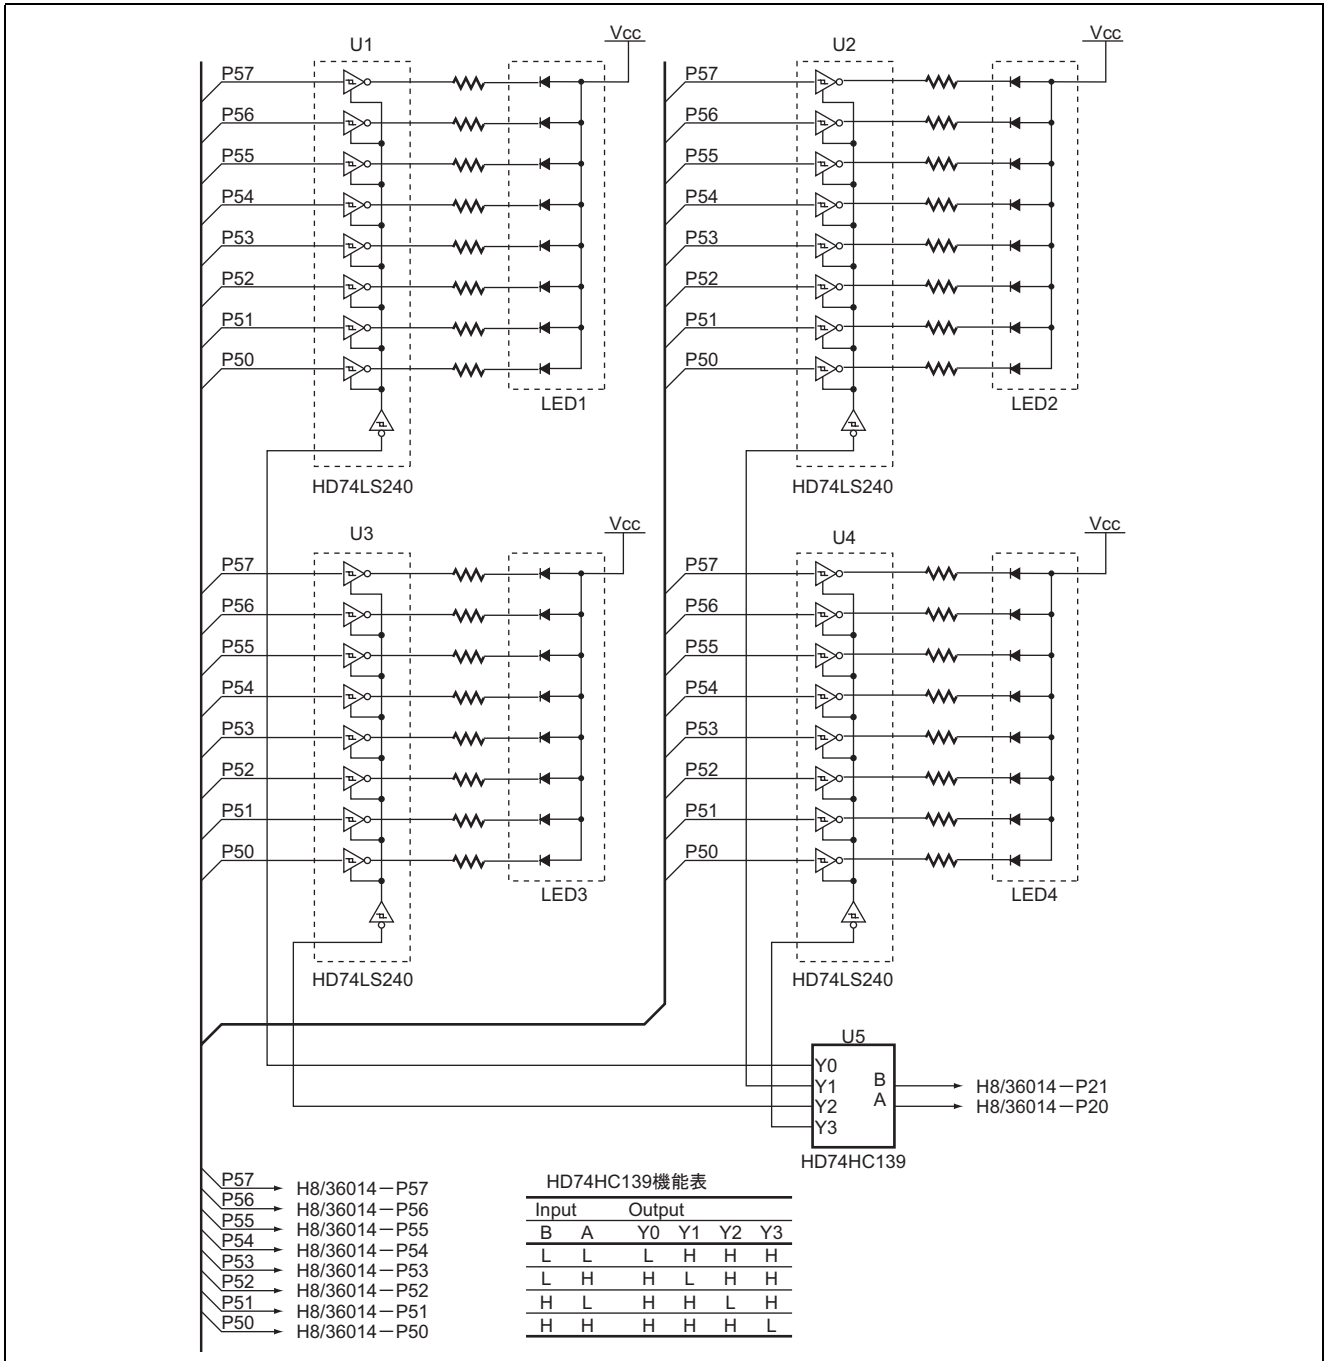

図 1.3 7セグメントLED制御方法
- $$\frac{2.5 (V) \times 1023}{5 (V)} = 512 = H'200$$
8. 本タスク例では、7セグメントLEDを表示させるためにポート出力を3ステート出力インバータドライバ (HD74LS240) に入力して、ドライバの出力を7セグメントLEDのカソードに接続しています。また4個の7セグメントLEDを表示させるためのポートはすべての7セグメントLEDに接続されており、7セグメントLEDの表示切り替えは、3ステートインバータドライバのイネーブル端子により制御しています。また、7セグメントLEDの表示切り替えを行うための信号生成は、2-to-4-line デコーダ (HD74HC139) を使用して、2本のポート出力により制御します。図1.3に7セグメントLED制御方法について示します。